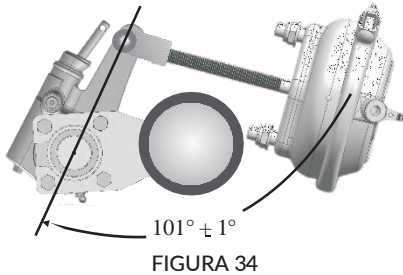

FIGURA 34
- Com os freios soltos, verifique se o ângulo formado pela haste e alavanca ajustadora é de $101^\circ \pm 1^\circ$ (Figura 34). Todas as alavancas ajustadoras deverão \pm estar com o mesmo ângulo;